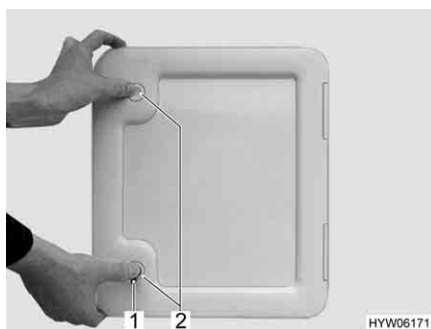

Fig. 24 Sportello per serbatoio fecale/gavone
- Inserire la chiave nel cilindro della serratura a pressione (Fig. 24,1) e ruotare di un quarto di giro.
- Premere contemporaneamente con i pollici entrambe le serrature a pressione (Fig. 24,2) e aprire lo sportello del serbatoio fecale.
- Inserire la chiave nel cilindro della serratura (Fig. 24,1) e ruotare di un quarto di giro.